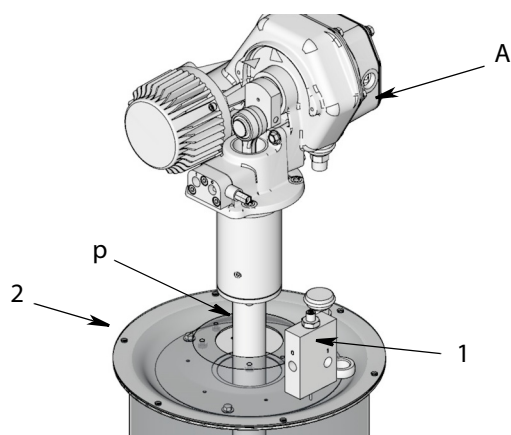

Рис. 10
7. Надежно закрепите крышку (e) на резервуаре (F) с помощью болтов (g) и гаек (gg), снятых на шаге 5, стр. 5.
**ПРИМЕЧАНИЕ.** Не перетягивайте крепление крышки (e) к резервуару (F). При чрезмерной затяжке можно повредить прокладку (j) между крышкой и резервуаром и сдвинуть ее с места, нарушив герметичность стыка.
8. Вставьте нижнюю трубу насоса (p) в отверстие крышки (e) и в ответите мембраны (2) (см. Рис. 10).